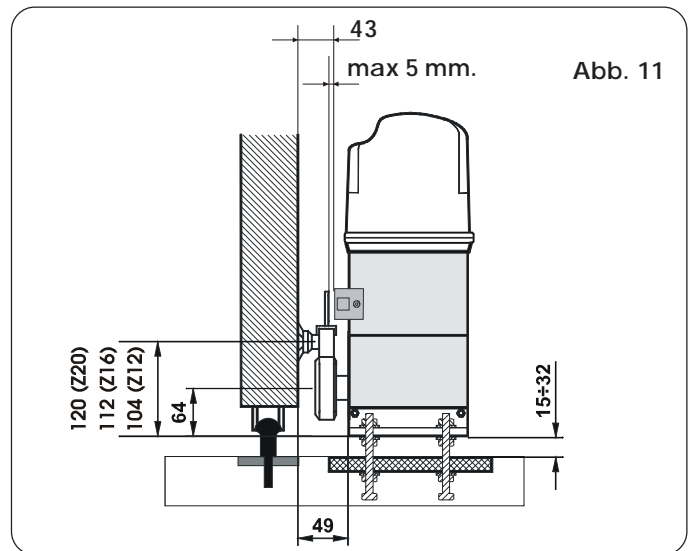

Abb. 11
- 4) Unter Bezugnahme auf Abb. 11 die Höhe der Füße und den Abstand des Tors einstellen.